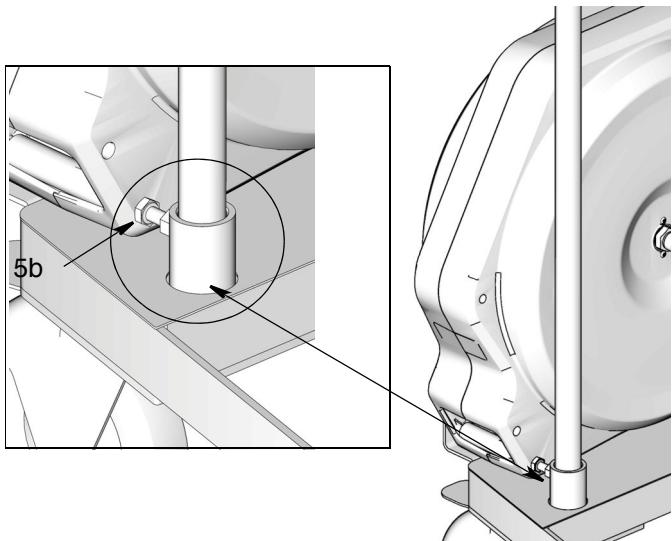

Рис. 30
- Зафиксируйте сборочный узел ручки (5a) на тележке (5) входящими в комплект болтами (5b), как показано на Рис. 30. Надежно затяните болты отверткой.